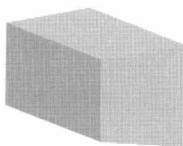
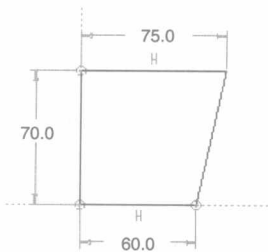
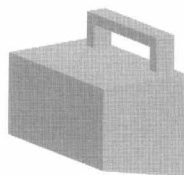

图 2.2 拉伸 1
图 2.3 截面草图
图 2.4 伸出项 标识 66
Step2. 创建图 2.2 所示的实体拉伸特征——拉伸 1。
(1) 选择下拉菜单 **插入(I) → 拉伸(E)...** 命令。
(2) 在绘图区中右击，从弹出的快捷菜单中选择 **定义内部草绘...** 命令，系统弹出“草绘”对话框；选取 **RIGHT** 基准平面为草绘平面，选取 **TOP** 基准平面为参照平面，方向为 **左**；单击对话框中的 **草绘** 按钮。
(3) 进入草绘环境后，绘制图 2.3 所示的截面草图。完成后单击“完成”按钮 。
(4) 在操控板中选取深度类型 ，再在深度文本框中输入深度值 115.0，并按回车键。单击“完成”按钮 ，完成特征的创建。
Step3. 创建图 2.4 所示的扫描特征——伸出项 标识 66。